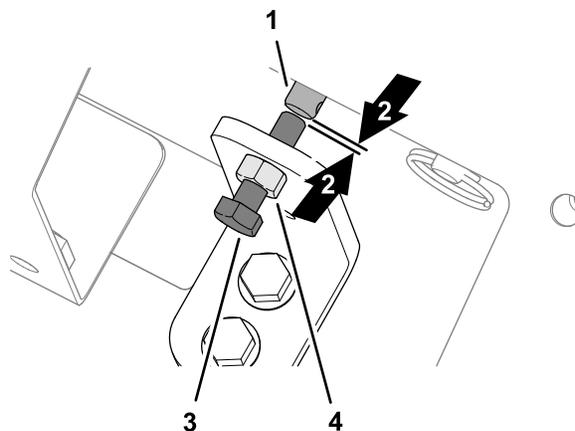

図 34
- 手動優先ブラケットのジャムナットをゆるめる 図 34。
- 手動優先バルブの六角ヘッドねじを左に回して、フロア速度ソレノイドのねじの端部とステムの端部との間にわずかなすき間を作る 図 34。
- ジャムナットを締める 図 34。